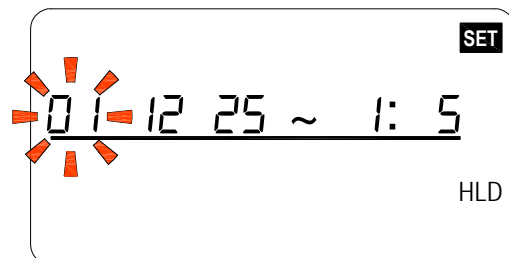

Abbildung 38
3. Drücken Sie . Die Anzeige wechselt zur Jahrestimereinstellung und zeigt HLD mit der blinkenden Speichernummer in der linken Anzeigenecke, siehe Abbildung 38.